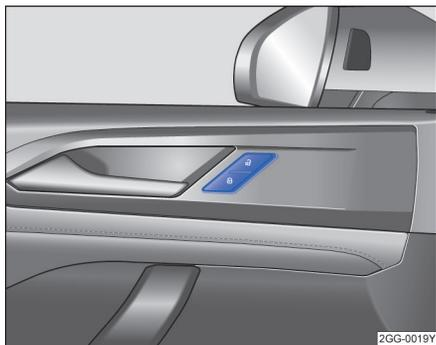

图 49 驾驶员侧车门内：中央集控门锁按钮。
**i** 如短时间内反复按压汽车钥匙上的按钮→图 48 或中央门锁某个按钮→图 49，则中央门锁系统将暂时关闭，防止系统过载。然后汽车处于解锁状态约 30 秒钟。在此期间，若未打开车门或行李厢盖，随后汽车将自动闭锁。 <
按压按钮→图 49：
- 按压 ④ 按钮→图 49